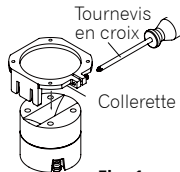

Fig. 1
1. Placez doucement l'unité centrale avec le pavillon orienté vers le haut. Desserrez les vis de la collerette et installez l'unité centrale dans la position indiquée sur la Fig.1.